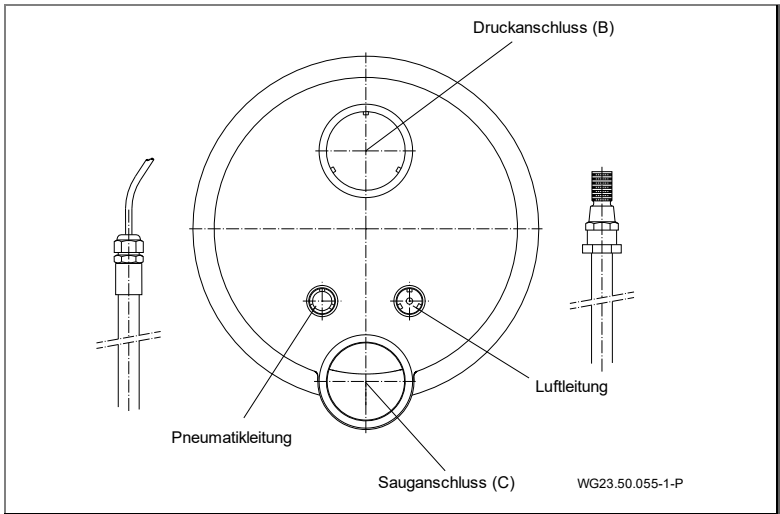

Abb. 15
1. Einkleben des Kabelschutzschlauches und des Luftleitungsschlauches. Siehe "Abb. 15" auf Seite 29
2. Düsengehäuse (102.1) am Einbaugehäuse (1) ansetzen.
3. Pneumatikschlauch durch den Schutzschlauch führen und mit der Kabelverschraubung (20) abdichten.
4. Luftleitung mit der Klemme (8) am werkseitig montierten Luftregler (21) befestigen.
5. Düsengehäuse (102.1) mit vier Schneidschrauben (61) am Einbaugehäuse (1) befestigen.
6. Jet-Pumpe (92) mit der halben Verschraubung (98, 99, 100), dem Gummiwinkel (79) und den dazugehörigen Klemmen (75) saug- und druckseitig am Einbaugehäuse anschließen.